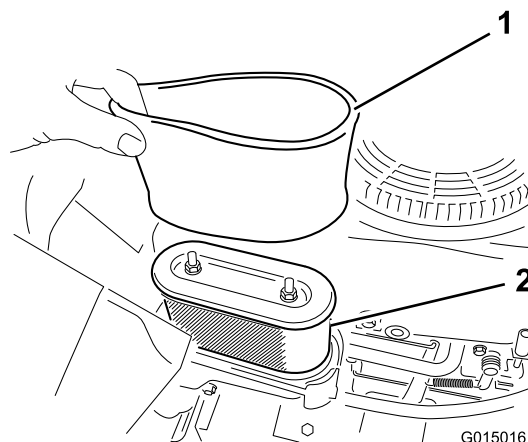

Figure 31
4. Retirez avec précaution les éléments en mousse et en papier du boîtier du filtre à air (Figure 31).
1. Montez l'élément en mousse sur l'élément en papier (Figure 31).